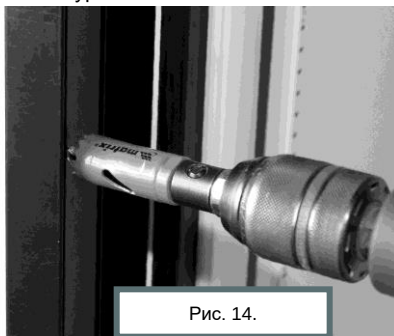

Рис. 14.
4. Коронкой диаметром 22 мм просверлить отверстие для замка Promix-SM131.10 (см. рис. 14).